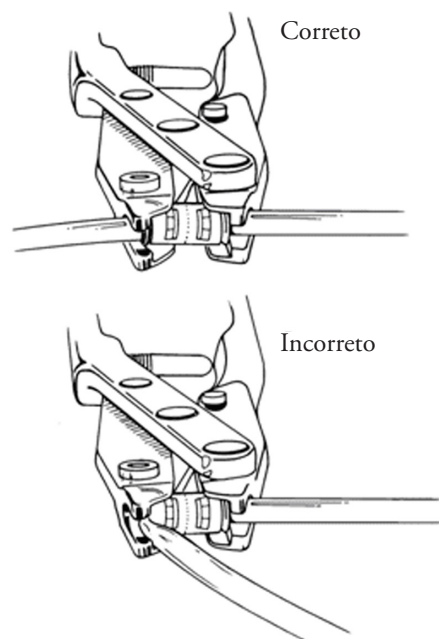

Figura 4-34. Fechar a ferramenta de montagem
7. Aperte as pegas da ferramenta até o batente de fecho tocar na pega oposta. (Figura 4-34)